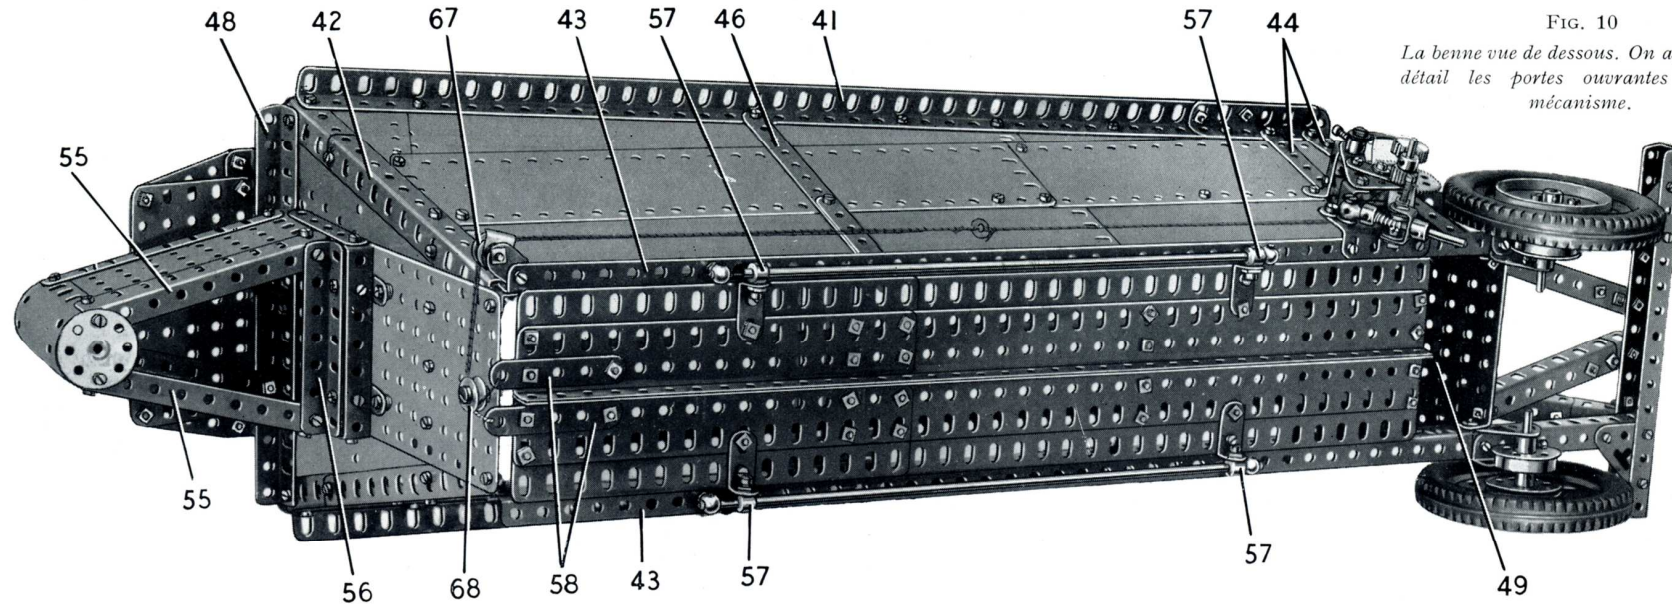
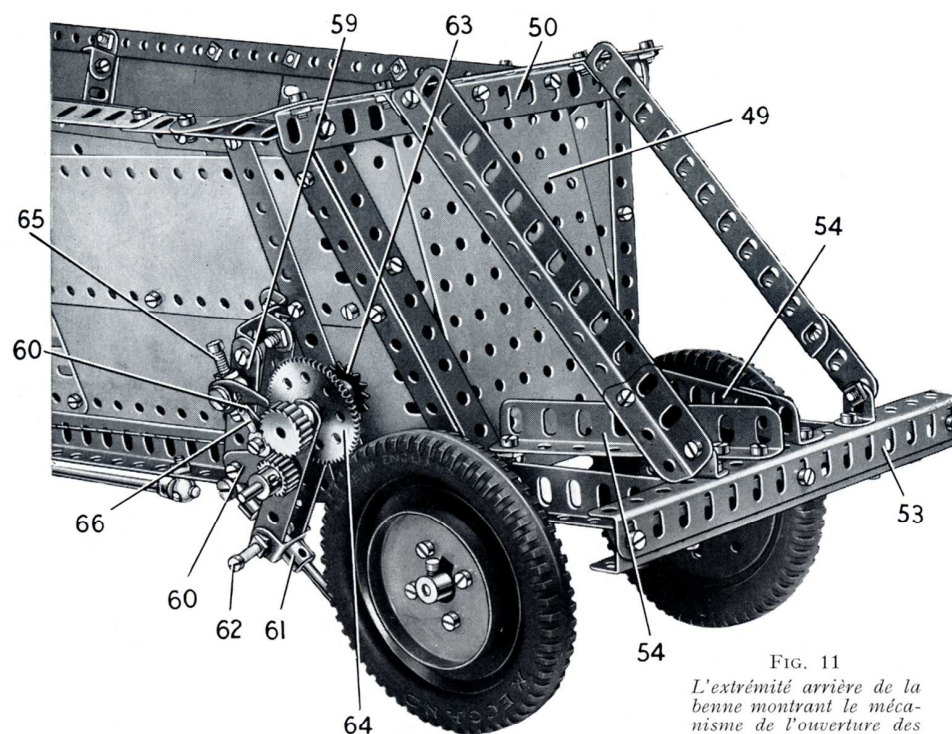

FIG. 10
FIG. 11
L'extrémité arrière de la carrosserie est constituée par une plaque sans rebords de 14×9 cm. (49) (fig. 10) placée verticalement et boulonnée sur une bande coudée de 90×12 mm. et sur une cornière de 15 trous (50). La bande coudée est boulonnée entre les cornières (43) et la cornière (50) et fixée sur les poutrelles (41) par des équerres. Une bande de 11 trous est boulonnée de chaque côté entre le coin inférieur de la plaque (49) et l'avant-dernier trou de la cornière (50). Une plaque flexible triangulaire de 6×6 cm. est utilisée de chaque côté pour recouvrir l'espace laissé entre la bande de 11 trous et la plaque sans rebords (49). Une plaque sans rebords de 6×6 cm. (51) qui porte de chaque côté une plaque flexible triangulaire de 6×4 cm. est tenue par une bande coudée de 90×12 mm. fixée entre les cornières (43).
Une équerre-cornière est boulonnée sur l'une des cornières (43) et elle porte une équerre renversée de 12 mm. sur laquelle sont boulonnées une bande de 5 trous (59) (fig. 11) et deux bandes de 3 trous (60). Une seconde bande de 5 trous est fixée sur l'équerre-cornière et est reliée à la bande (59) par une équerre et par une équerre renversée de 25 mm. Cette dernière est boulonnée sur le côté de la benne (fig. 10). Deux bandes de 6 trous sont réunies à leurs extrémités inférieures par une grande chape d'articulation (61), qui est fixée à une bande par un boulon ordinaire muni d'un contre-écrou et à l'autre bande par un boulon de 19 mm. (62) également muni d'un contre-écrou. Ces bandes de 6 trous pivotent sur une tringle de 5 cm. qui est tenue dans les bandes (60) et dans l'équerre-cornière par une poulie de 12 mm. à moyeu et par un pignon de 19 dents. Une tringle de 2,5 cm. tourne librement dans les trous supérieurs des bandes de 6 trous et elle porte une roue de chaîne de 14 dents (63), une roue de 57 dents (64) et une roue à rochet. Un cliquet muni d'un boulon de
12 mm. (65) qui sert de poignée est monté sur un boulon-pivot tenu sur la bande (59). Le cliquet appuie sur les dents de la roue à rochet contre laquelle il est maintenu par une petite corde élastique (66). La chape d'articulation (61) coulisse sur une tringle de 5 cm. tenue dans un support de rampe avec collier qui est simplement monté sur un boulon-pivot fixé sur l'équerre-cornière. Un ressort de compression est monté entre la chape d'articulation et le support de rampe. Une extrémité d'une corde est attachée au moyeu de la roue de chaîne (63) et son autre extrémité à une rondelle. Deux cordes différentes sont également attachées à la rondelle et chacune d'elles passe sur l'une des deux poulies folles de 12 mm. (67) (fig. 10) qui sont montées sur un boulon de 19 mm. tenu sur un support plat par deux écrous. Les deux cordes sont ensuite passées sur une poulie folle de 12 mm. (68), et chacune d'elles est attachée à l'une des bandes (58) des portes. Le support plat qui tient les poulies (67) est boulonné sur l'une des cor-